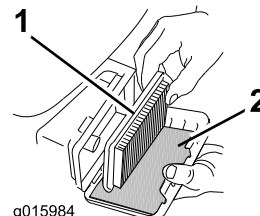

Figura 23
3. Retire o elemento de papel do filtro de ar e o filtro prévio de esponja (Figura 23).